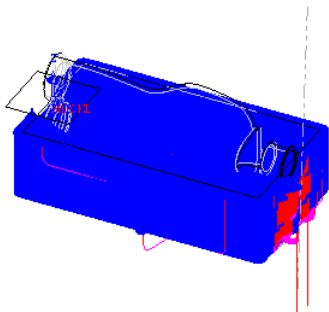

图 4-60 生成的刀具路径（2）
3) 计算刀具路径。完成参数设置后, 单击“NC Process Manager”对话框中的保存并计算按钮, 运算当前加工程序, 此时图形区显示的刀具路径如图 4-60 所示。